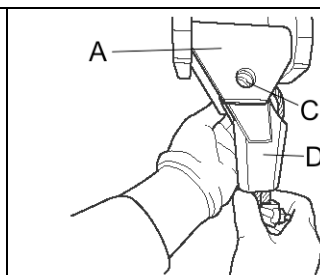

Figura 6-10
- 5) Extraiga el Eje de Anclaje del Cable (C) del Conjunto de Anclaje del Cable (A). Luego, extraiga el Borne (D) del Ensamble de Anclaje del Cable (A) como se muestra en la **Figura 6-10**.